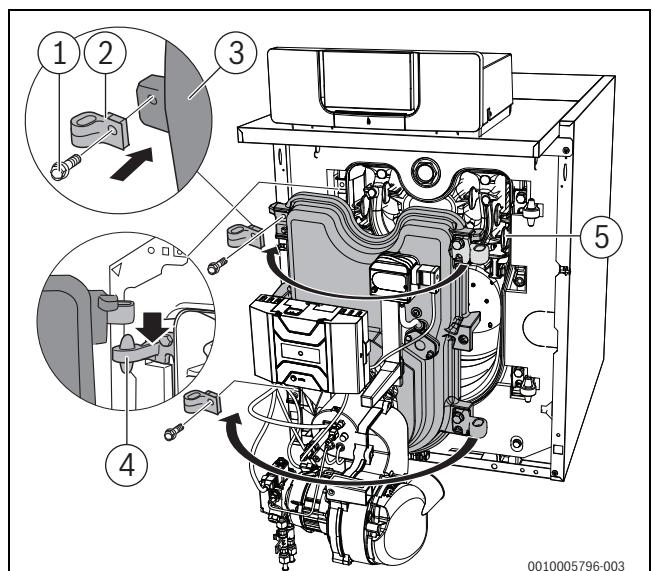

Bild 13 Feuerraumtür umbauen
- Kessel mit Hilfe eines Transportmittels kippen (→ Bild 13, Seite 13).